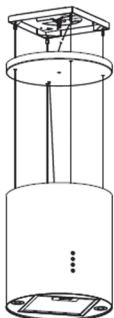

Рис. 7
9. Отодвиньте декоративную панель, заведите через нее шнур питания вытяжки для подключения к сети. Следите за тем, чтобы электрический провод был надежно изолирован изолентой во избежание поражения электрическим током. См. рис. 7.